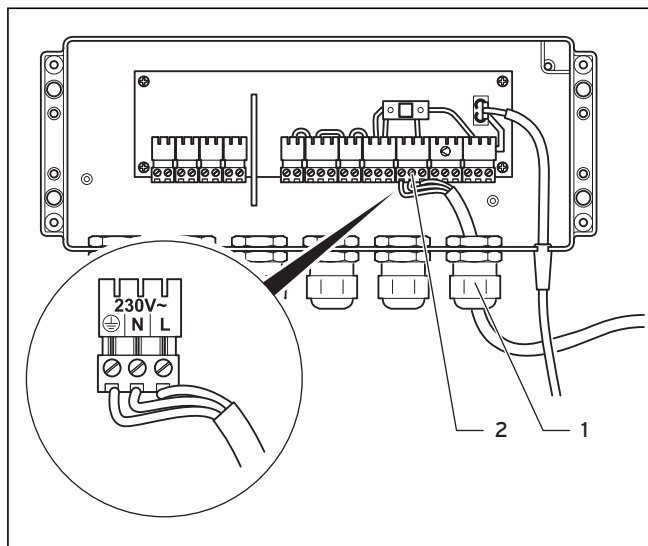

Fig. 5.10 Collegamento del cavo di alimentazione
- Collegare il cavo di alimentazione nella scatola di comando all'altezza dell'attacco, come illustrato nella fig. 5.10.
- Stringere il raccordo a vite per cavi (1) per garantire lo scarico della trazione e la protezione antispruzzo.
- Collegare il cavo di alimentazione ai morsetti corrispondenti ⊕, N e L del sistema ProE (2).